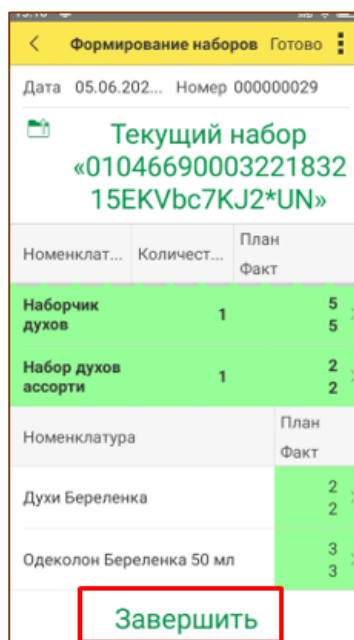

Рис. 9.12 – Завершение документа
- По окончании формирования документа необходимо нажать «Завершить» (Рис. 9.12).